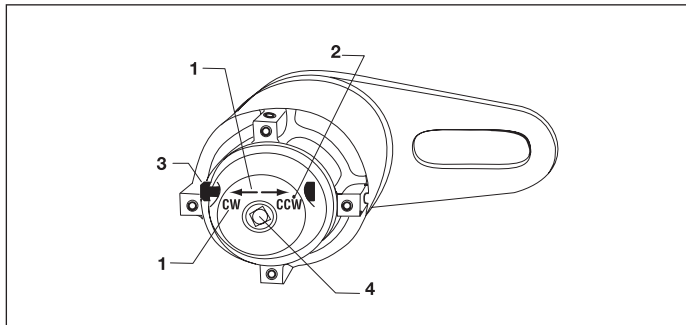

Fig. 3 – Detail ingangszijde (set voor CW-rotatie getoond)
De omkeerpal voor links- of rechtsomdraaien (fig. 3, item 3) moet in de neutrale stand worden ingesteld, en de afstelschroef voor de neutrale stand (fig. 3, item 3) moet worden vastgedraaid om deze omkeerpal voor de aandrijfwerking van de krachtvermeerderaar te vergrendelen. Dit regelt de draairichting voor met de hand toegepaste invoer (niet beschikbaar op de E290+, E291- en E391-modellen). Gebruik geen moeraanzetter op de krachtvermeerderaar dit heeft schade aan het aandrijfmechanisme tot gevolg.
2. Stel de gewenste draairichting in door de selectiepal (fig. 3, item 3) in te drukken in de richting, aangegeven door de letters en op de invoereindkast gestempelde richtingspijlen (fig. 3, item 1). VOORBEELD: "CCW" voor rotatie naar links: druk de pal naar het eind in de door de "CCW"-pijl aangegeven richting. Voor rotatie naar rechts: druk de pal in de tegenovergestelde "CW"-richting (niet beschikbaar op de E290+, E291- en E391-modellen).
Antiterugslagmodellen: Gebruik een momentsleutelen pas voldoende kracht (ingand moment) toe om een inwendig antiterugslagbeveiliging te ontkoppelen; handhaaf het ingaand moment en druk de selectiepal (fig. 3, item 3) in de tegenovergestelde stand (VOORBEELD: De pal op de "CW"-stand ingesteld vereist opnieuw instellen op de "CCW"-stand). Laat het ingaand moment langzaam afnemen (niet beschikbaar op de E290+, E291- of E391-modellen).
Gebruik een goedgekeurde **niet-impact** krachtinvoer, alleen op de volgende modellen: E391, E392, E393, E492, E493, E494 of E495. **Vergrendel de selectiepal in de neutrale stand** door hem tussen de "CW"- en "CCW"-stand in te stellen en de afstelschroef vast te draaien (fig 3, item 2).